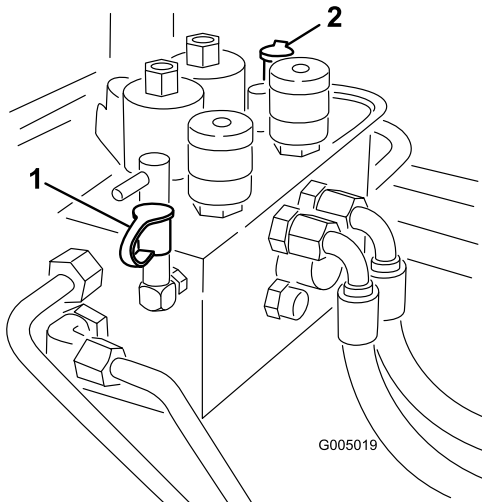

Figura 80
2. A porta de teste B (Figura 80) é utilizada para ajudá-lo a detectar os problemas no circuito hidráulico das unidades de corte frontais.
3. A porta de teste B (Figura 80) é utilizada para ajudá-lo a detectar os problemas no circuito hidráulico das unidades de corte frontais.